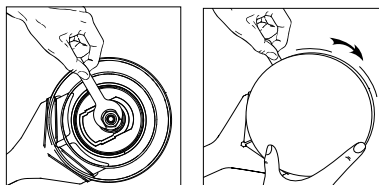

图 4
- 卸下打磨盘时，请将平口扳手插入打磨盘和护罩之间。用平口扳手固定主轴，然后拧松打磨盘。- 见图 4。